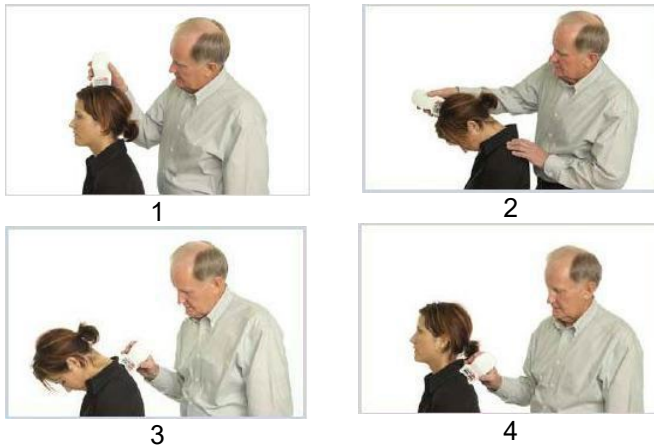

Bild 6. Exempel: Sekvens för rörelseomfång i halsrygg och apparatens placering
- Exempel på testsekvens för rörelseomfång i ryggraden och placering av apparaten (se bild 6).